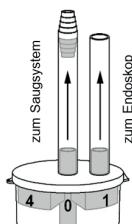

Abb. 1
- Sluit de slang van de middelste aansluiting van de sifon aan op het afzuig systeem (Fig. 1).
- Sluit de buitenste connector aan op de endoscoop (Fig. 1).